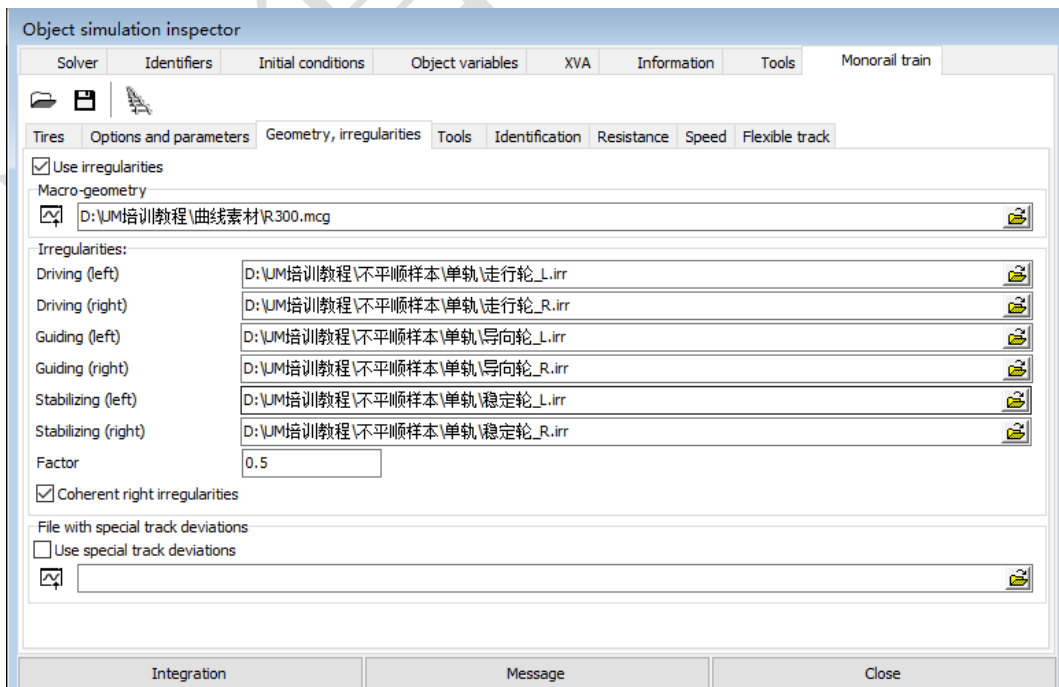

图 3-103
- 15) 切换到 **Geometry, irregularities** 页面，勾选 **Use irregularities**，设置轨道线路“**D:\UM 培训教程\曲线素材\R300.mcg**”，设置路面不平度如图 3-103，设置 **Factor=0.5**，勾选 **Coherent right irregularities**。